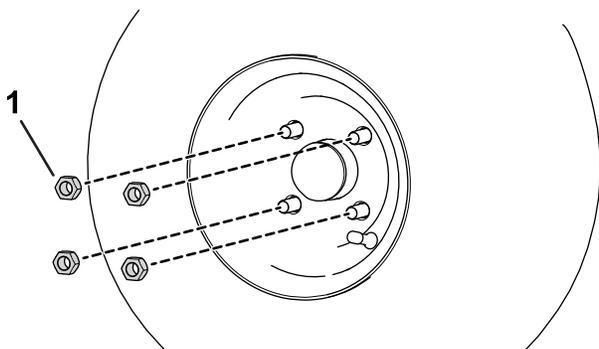

Рисунок 7
1. Используйте ранее снятые зажимные гайки, чтобы прикрепить колесо к ступице (Рисунок 7).